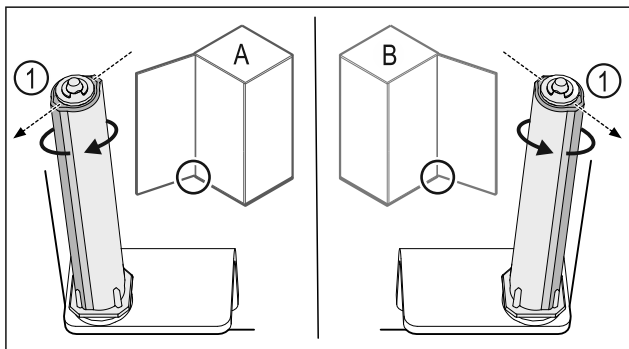

Fig. 38 Отваряне наляво (A) / отваряне надясно (B)
- ▶ Въртете затварящата система срещу съпротивлението, докато реброто на затварящата система Fig. 38 (1) сочи навън.